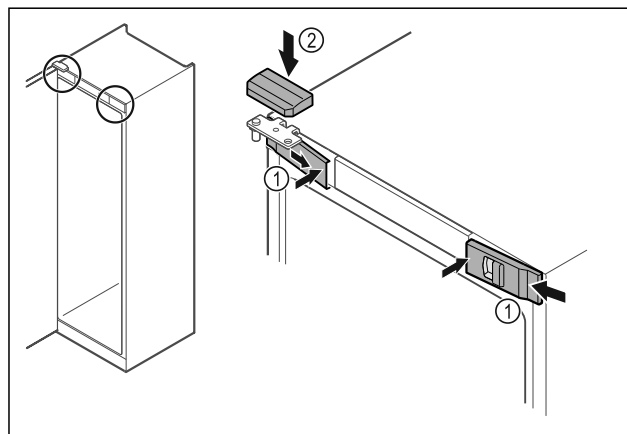

Fig. 53
- Зацепите скобу и защелкните передние крышки Fig. 53 (1) с внутренней стороны.
- Защелкните верхнюю крышку Fig. 53 (2) сверху.